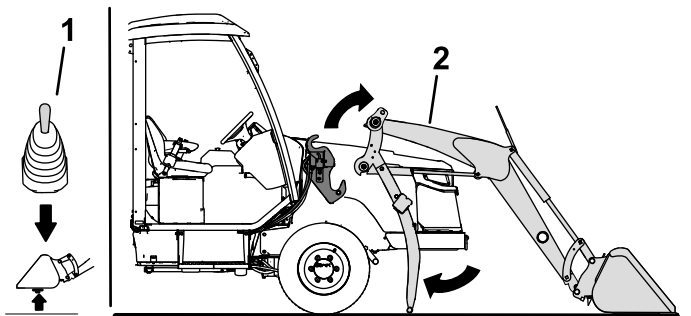

Bild 46
4. Verwenden Sie den Joystick des Laders, um die Hubarme aus den Laderahmenhalterungen zu heben (Bild 46).